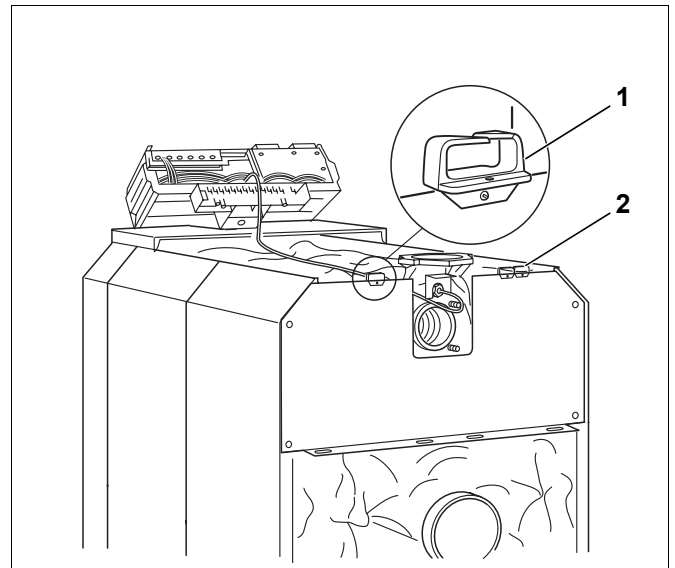

Fig. 63 Collegamenti elettrici
- Avvitare il passaggio cavi (fig. 63, [1] e [2]) a sinistra oppure a destra del pannello posteriore.